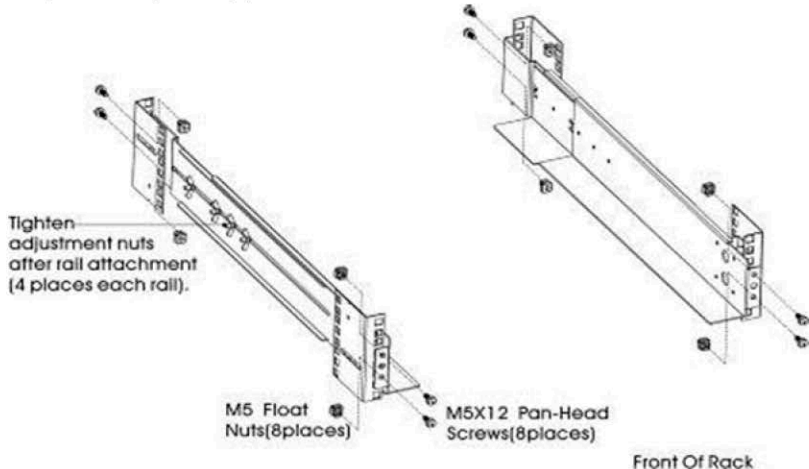

Рис. 2. Крепление направляющих
- b) выберите правильный размер в стойке для размещения ИБП (см. рис. 2). Рельсовые направляющие крепятся в четырех местах на передней и задней частях стойки.